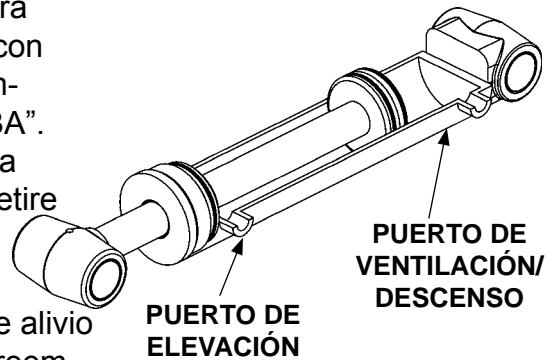

FIG. 36-1
5. Inspeccione el cilindro hidráulico. Con la plataforma sobre el suelo, retire el tapón (con respiradero) o línea de ventilación del puerto de ventilación/descenso del cilindro (**FIG. 36-1**). Eleve la plataforma hasta nivel de cama. Deje accionado el motor dos segundos más mientras inspecciona el puerto de ventilación/descenso en busca de fluido hidráulico; es normal que salgan unas cuantas gotas, pero si es un flujo constante significa que los sellos del pistón están desgastados. De ser así, reemplace los sellos.